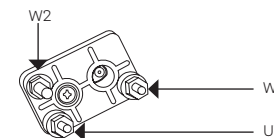

Figura 12.
- Pasa el cable por el orificio en la parte posterior, aflojando las tuercas para su conexión (ver Figura 12).
- Conecta los cables de la corriente en U1 y W1, dejando las tuercas bien apretadas (ver Figura 12).